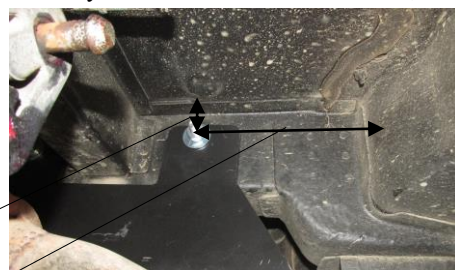

Рис.2
4.2 Для Хендай Гранд Старекс 2018-2023 г.выпуска -снять запасное колесо, демонтировать лебедку запасного колеса, снять глушитель с подушки крепления; разметить два отверстия на лонжеронах, используя кронштейн ТСУ – см.рис.2; просверлить отв.Ø5 мм насквозь, рассверлить отверстия до Ø12,5 насквозь.